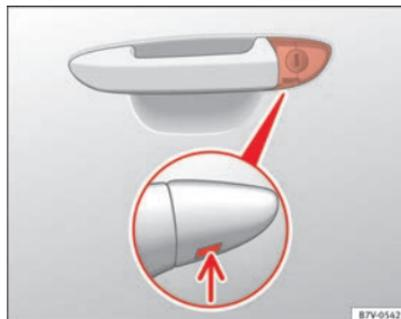

Abb. 191 Türgriff an der Fahrtür: verdeckter Schließzylinder.
- Schlüsselbart am Fahrtürgriff von unten in die Öffnung der Abdeckkappe stecken ⇒ Abb. 191 (Pfeil) und Abdeckkappe von unten nach oben abheben.